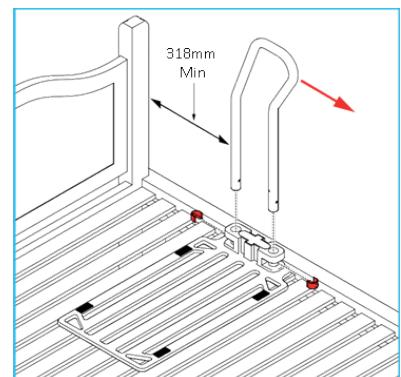

Abbildung 4
3.2a Entfernen Sie die Matratze und legen Sie die Bettauflage auf den Lattenrost. Achten Sie darauf, dass die Handlaufführung nach oben zeigt (siehe Abb. 4).
3.2b Setzen Sie den Handlauf in die Handlaufführung ein. Bitte beachten Sie, dass der Handlauf kann so montiert werden, dass der abgewinkelte Teil des Griffes dem Benutzer zu- oder abgewandt ist, je nach dessen Bedürfnissen. Sichern Sie mit den beiden E-Clips (siehe Abb. 4).
3.3a Montieren Sie die Bettauflage wie in Abb. 4 gezeigt.